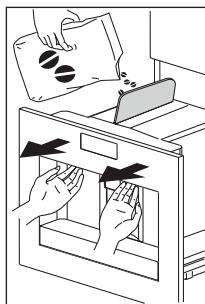

Рис. 14
- Выньте машину, потянув ее за ручки (Рис. 14).